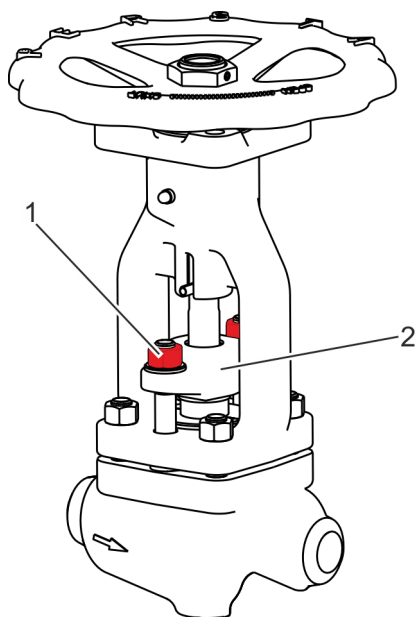

Fig. 49: Soltar las uniones roscadas del prensaestopas
- 44. ▶ Suelte las tuercas (Fig. 49/1) del prensaestopas (Fig. 49/2) y retírelas junto con las arandelas.